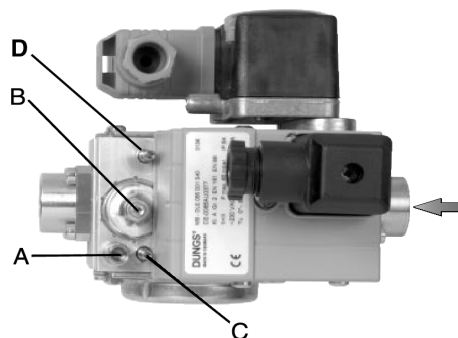
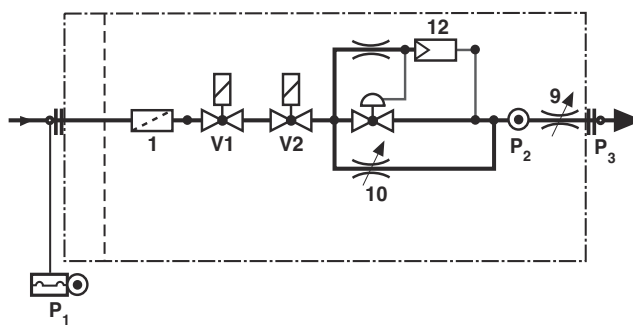

Fig. 8 -DUNGS MBC 65-DLE
Fig. 9
- A.** presa pressione P2 (Fig. 9) a monte valvola D
- C.** valvola di accensione (n.10 in Fig. 9)
**D.** valvola di portata massima (n.9 in Fig. 9)
- svitare la vite **A** (Fig. 8) della presa di pressione e collegare il manometro;
- impostare al minimo il regolatore di pressione, girando la vite di regolazione **B** (Fig. 8) in senso antiorario;
- regolare la fiamma durante la fase di accensione utilizzando il by-pass **C** (vd. Fig. 9 n.10). Girando in senso orario, la portata del gas diminuisce, mentre aumenta girando in senso antiorario. Si raccomanda di non eccedere con la portata di accensione, pena l'inefficienza dello stabilizzatore **B** (Fig. 8).
Agire sul regolatore di pressione fino a raggiungere la portata desiderata, mediante la vite di regolazione **B** (Fig. 8): per aumentare la portata, girare la vite in senso orario, per ridurla, girare la vite in senso antiorario.
La valvola di regolazione D del riduttore della quantità del gas principale è stata completamente aperta in fabbrica: la sua posizione non deve essere modificata. Dopo avere eseguito tutte le regolazioni, rimuovere il manometro e riavvitare la vite di chiusura A (Fig. 8) nella presa per il manometro. La valvola di regolazione D del riduttore della quantità del gas principale è stata completamente aperta in fabbrica: la sua posizione non deve essere modificata. Dopo avere eseguito tutte le regolazioni, riavvitare la vite di chiusura A (Fig. 8) nella presa per il manometro..